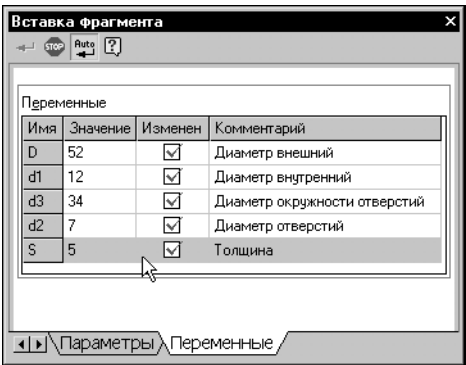

Рис. 65.25. Ввод значений переменных
4. На Панели свойств раскройте вкладку **Переменные** и введите новые значения переменных согласно размерам на чертеже (рис. 65.25).